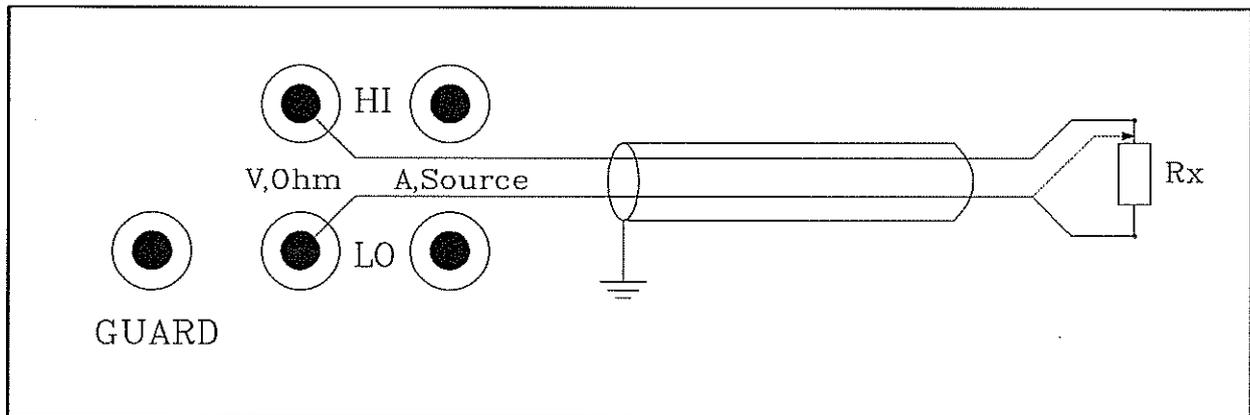

Bild 6.2.1.: Zwei-Leiter-Meßanordnung
Die Meßanordnung (s. Bild 6.2.1.) ergibt akzeptable Meßergebnisse; dies jedoch nur in einem Widerstandsreich, der nach oben und unten eingeschränkt ist: Bei hohen Widerstandswerten treten Leckstromprobleme auf, die aus der Parallelschaltung von Rx und dem Kabelisolationswiderstand herrühren. Bei niedrigen Widerstandswerten, insbesondere im 100 Ohm-Bereich, macht sich der Zuleitungswiderstand bemerkbar. Für diese Bereiche ist eine Vier-Leiter-Messung zu empfehlen.
Die Werte des Meßstromes in dem jeweiligen Widerstandsmeßbereich der beiden DMM 6048 und 6047 können in Kapitel 2.2 nachgeschlagen werden. Die Polarität des durch Rx führenden Stromes ist so festgelegt, daß das mit der oberen Buchse des "Ohm-Source"-Ausgangs verbundene Ende von Rx ein negatives Potential gegenüber dem anderen Ende von Rx besitzt. Es ist stets darauf zu achten (s. auch Bild 6.2.1. bis 6.2.3.), daß das Widerstandsende von Rx, das mit der oberen (HI) Buchse des "Ohm-Source"-Ausgangs verbunden ist, auch mit der oberen (HI) Buchse des "V/k Ω "-Eingangs verbunden wird. Entsprechendes gilt für die unteren Buchsen.